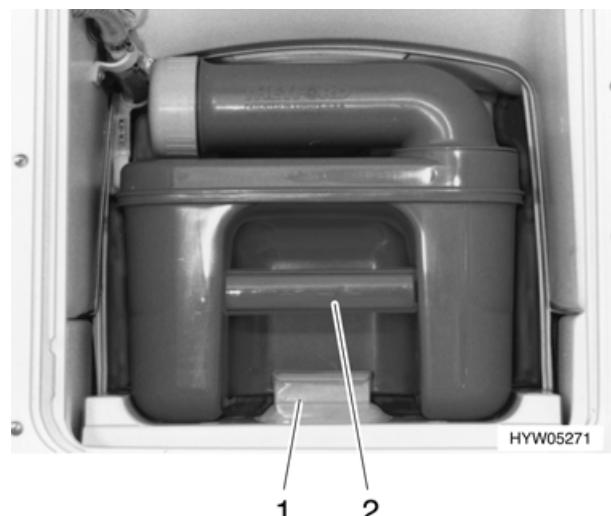

Bild 100 Thetford-Kassette entnehmen
- Sicherung (Bild 100,1) entriegeln und Thetford-Kassette (Bild 100,2) herausziehen.